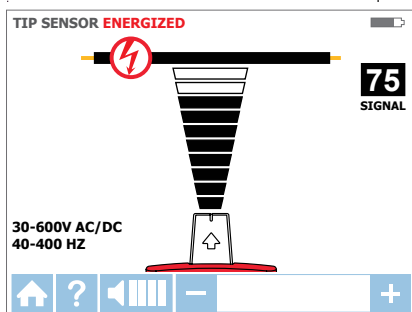

图3.1i
2. 利用箭头键高亮显示“TIP SENSOR”(探针传感器)模式,然后按黄色“ENTER”(确认)按钮,选中该模式。屏幕显示应如图3.1i所示。